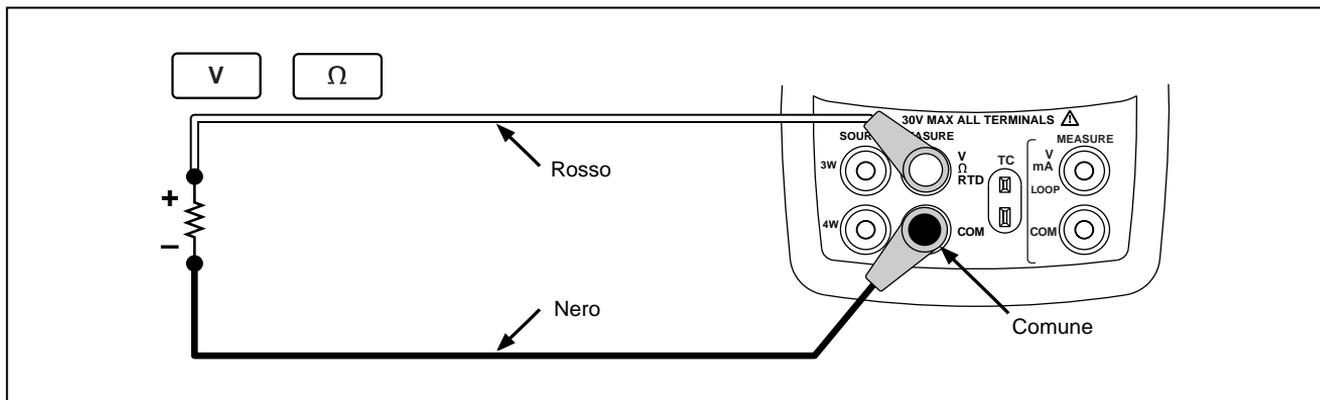

Figura 12. Connessioni per la generazione di grandezze elettriche
1. Collegare i cavetti di misura come indicato nella figura 12, secondo la grandezza che si vuole generare.